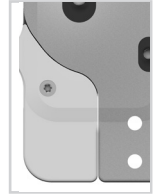

Abb. 26
- 4 Montieren Sie die kleine Deckplatte auf der Rückseite des Systemgelenkes (Abb. 26).